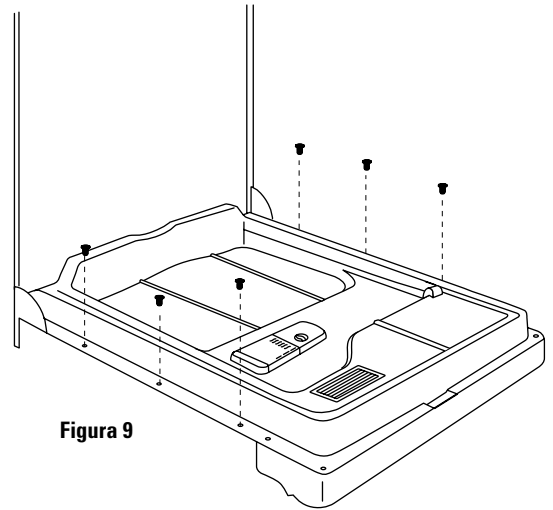

Figura 9
- Abra la puerta del lavavajillas y vuelva a atornillar los 6 tornillos Phillips originales para sujetar la puerta interior al conjunto de molduras (Figura 9).